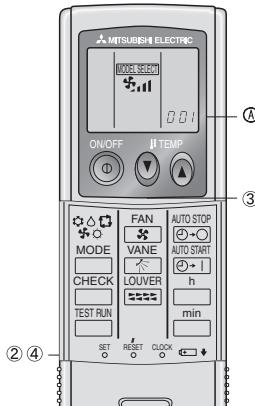

Fig. 6-6
3) Instellen (Fig. 6-6)
- ① Plaats de batterijen.
- ② Druk op de toets SET met een puntig voorwerp.